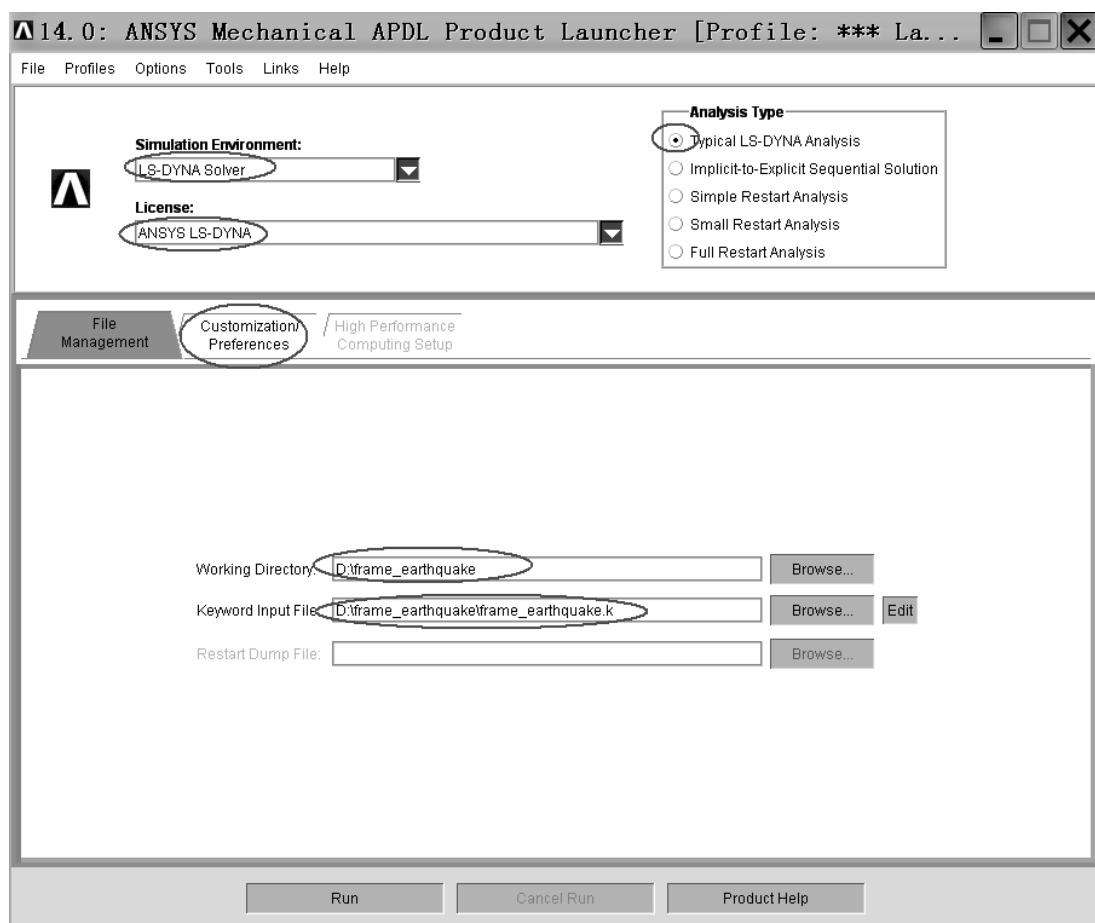
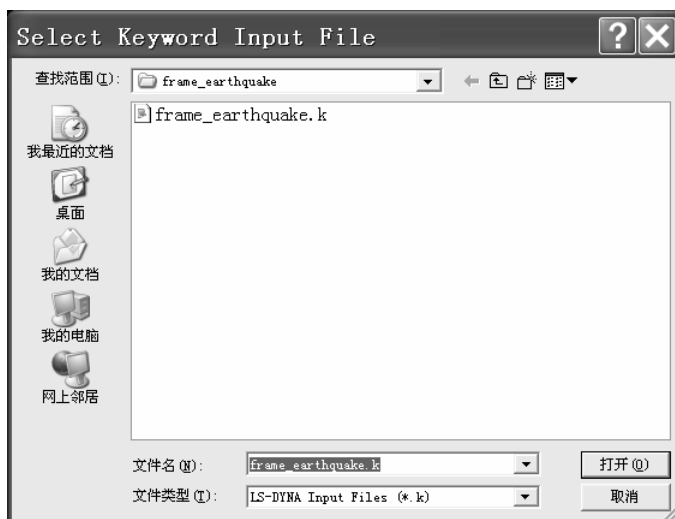
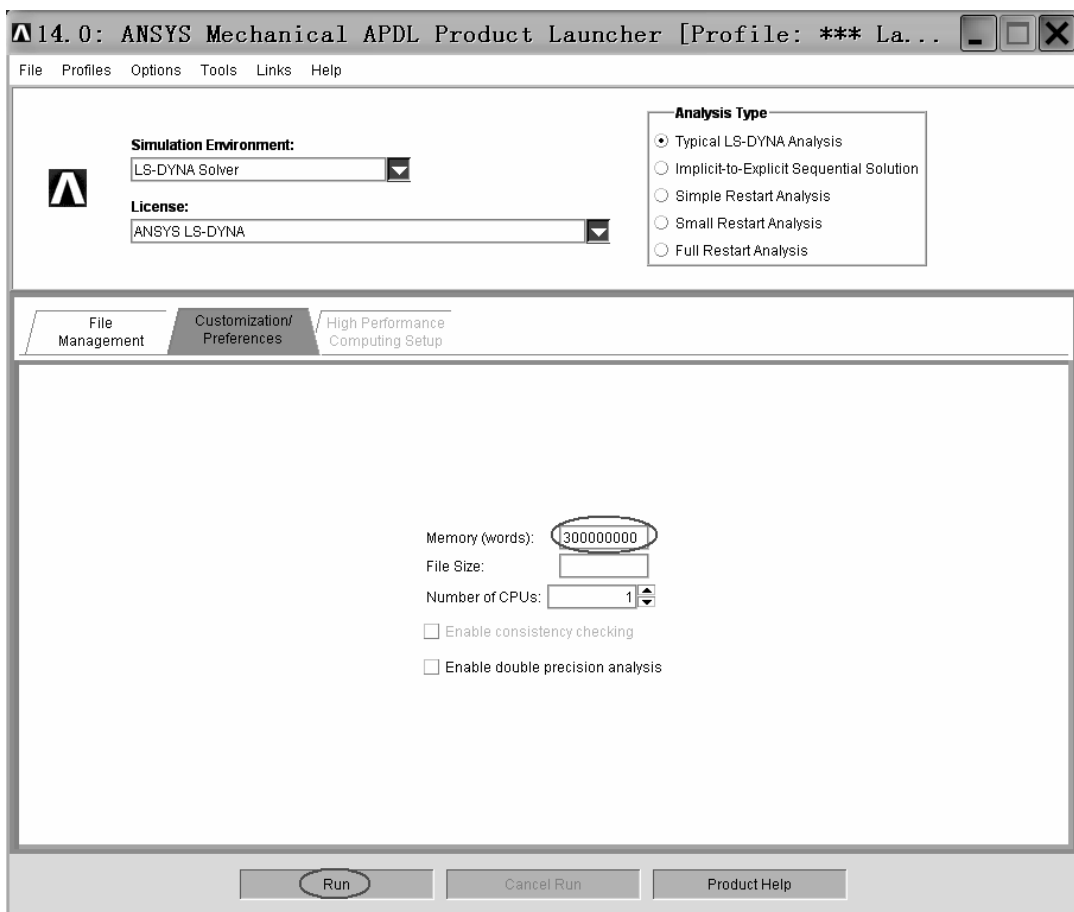

图 10-46 “14.0 Mechanical APDL ANSYS Product Launcher [Profile: *** La...” 窗口
图 10-47 “Select Keyword Input File” 窗口
图 10-48 “14.0 Mechanical APDL ANSYS Product Launcher [Profile: *** La...” 窗口
(1) 打开“14.0 Mechanical APDL ANSYS Product Launcher [Profile: *** La...”窗口（见图 10-46）。其实该窗口前面已经打开，只需单击桌面下方任务栏中该窗口的最小化图标使该窗口显示出来即可。如果前面已将该窗口关闭，可以用“开始”菜单中的“ANSYS 14.0”文件夹下的“Mechanical APDL Product Launcher 14.0”图标打开（单击此图标）。
(2) 单击“14.0 Mechanical APDL ANSYS Product Launcher [Profile: *** La...”窗口中“Simulation Environment:”方框后的倒立三角形图标，选中“LS-DYNA Solver”。
(3) 单击“14.0 Mechanical APDL ANSYS Product Launcher [Profile: *** La...”窗口中“License:”方框后的倒立三角形图标，选中“ANSYS LS-DYNA”。
(4) 选中“14.0 Mechanical APDL ANSYS Product Launcher [Profile: *** La...”窗口中“Analysis Type”下的“Typical LS-DYNA Analysis”按钮。
(5) 在“14.0 Mechanical APDL ANSYS Product Launcher [Profile: *** La...”窗口中的“Working Directory:”方框内输入“d:\frame_earthquake”。
(6) 单击“14.0 Mechanical APDL ANSYS Product Launcher [Profile: *** La...”窗口中“Keyword Input File”方框后的“Browse...”按钮，弹出“Select Keyword Input File”窗口（见图 10-47）。
(7) 在“Select Keyword Input File”窗口中找到“d:\frame_earthquake”目录下的“frame_earthquake.k”文件，用鼠标单击该文件后，单击“打开”按钮。
(8) 单击“14.0 Mechanical APDL ANSYS Product Launcher [Profile: *** La...”窗口中的“Customization/Preferences”。如图 10-48 所示，在“Memory(words):”后填入“300 000 000”，然后单击“OK”按钮。注意：因为本例题的计算模型特别大，需要分配较大的计算内存。